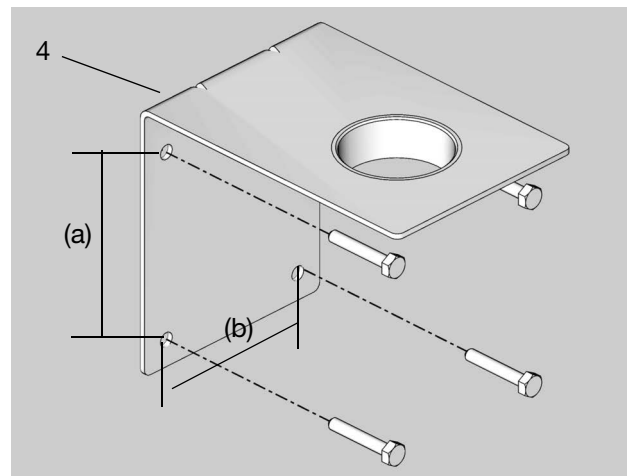

ABB. 5
1. Die Wandhalterung (4) als Schablone verwenden, um Markierungen zu setzen und Löcher in die Wand zu bohren (ABB. 5).
2. Die Halterung (4) anhand von 4 Schrauben (vom Benutzer beschafft) mit ausreichender Länge, um die Wandhalterung und die Pumpe an der Wand halten zu können, an der Wand anbringen (ABB. 5).